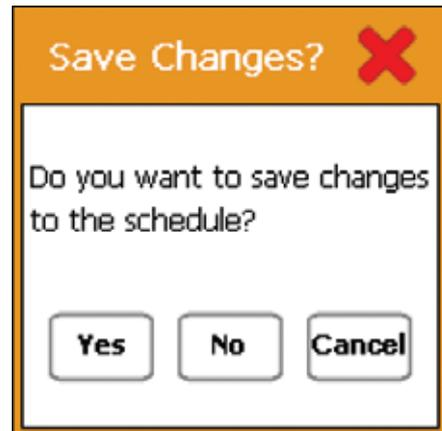

Figure 4-11 : Confirmation d'enregistrement des changements
7. Une fois tous les programmes entrés dans l'éditeur de séquence, appuyez sur l'icône Quitter. Une fenêtre contextuelle vous demande de confirmer l'enregistrement de la séquence (figure 4-11).